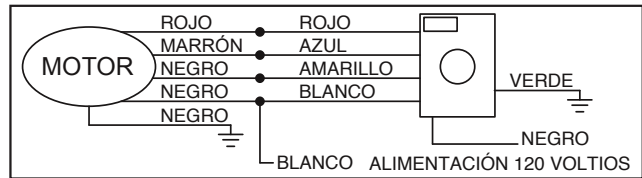

Figura 5
6. Deslice la cubierta inferior (C) hasta que quede a una altura mínima de 1/4" sobre el motor.
7. Sujete las tres aspas, el lado curvo hacia abajo hacia el motor, con la almohadilla de aislamiento montada entre el aspa y el motor (Véase la Figura 5). Verifique que el soporte de aspa está en posición horizontal con respecto a la plataforma del motor en el momento de apretar las tuercas del aspa para acople seguro.